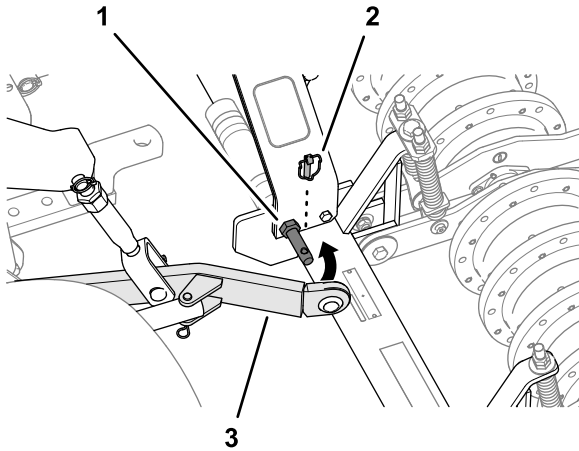

Рисунок 17
4. Расположите азратор таким образом, чтобы рычаги нижней тяги тягового блока были выровнены со штифтами подъемных рычагов азратора (Рисунок 17).
5. Прикрепите рычаги нижних тяг к штифтам подъемных рычагов и зафиксируйте рычаги с помощью шплинтов с кольцами (Рисунок 17).